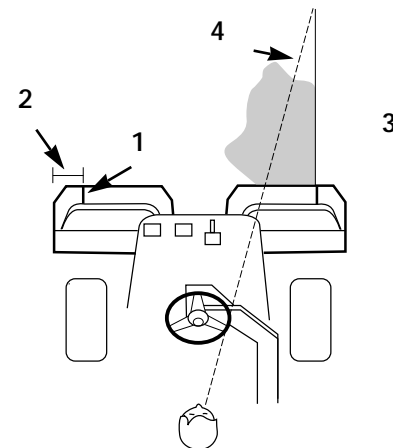

Figure 13
2. Mettre une bande de papier adhésif blanc ou peindre une ligne sur les bacs, parallèle au bord extérieur de chaque bac (Fig. 13).
3. Empiéter légèrement sur la tonte précédente lors des passages dans l'autre sens. Pour aller droit sur le green et garder la machine à la même distance des bords de la coupe précédente, établir une ligne imaginaire à 2 ou 3 mètres en avant du bord de la partie du green qui n'est pas coupée (Fig. 13 & 14). Certaines personnes trouvent utile d'inclure le bord externe du volant dans cette ligne imaginaire; c.à.d., maintenir le volant aligné avec un point toujours à la même distance de l'avant de la machine (Fig. 13 & 14).